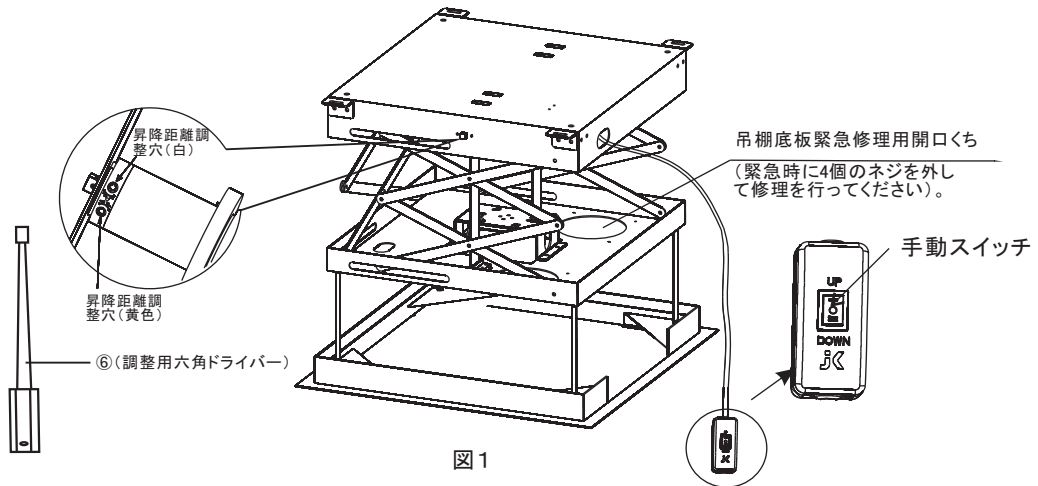

図1
- 取付穴位置(下図1をご参照ください)。
(図1)
- ②リモコン操作で動作しない場合、手動のスイッチ(図1)で本体を下降させトラブルの原因を調べてください。
- ③上記の方法で改善しない場合、天井カバー枠固定ネジ(右図)16個を外し、天井板を外して故障の原因を調べたり、モーターを交換するなどの処理を行ってください。